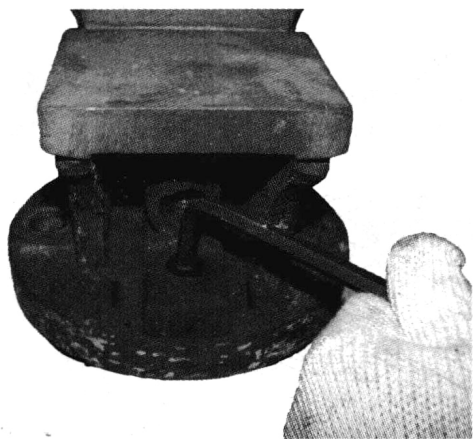

图 1-11 拆卸螺母
2) 拆去螺母 3 上的紧固螺钉,卸下螺母 3, 如图 1-11 所示。